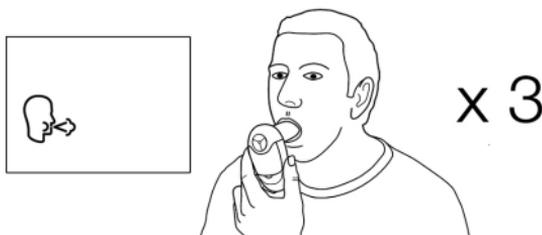

Abbildung 3: Halten des Gerätes während des Tests
1. Das Gerät einschalten. ①
5. Den Patienten instruieren, den Kopf hochzuhalten und den Vitalograph COPD-6 BT vor dem Mund zu halten; siehe Abbildung 3.